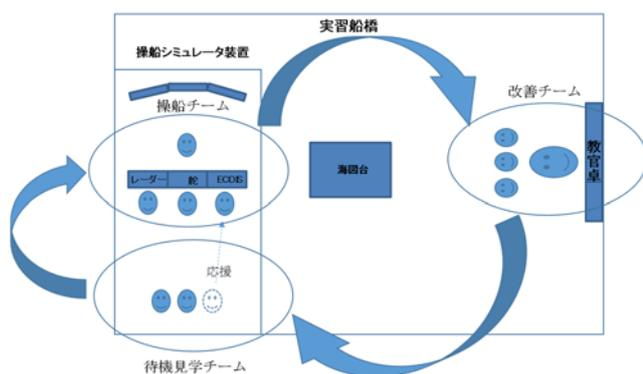

図1 操船訓練 (DCA サイクル訓練) イメージ図
- a. 9人の実習生を3チームに分けて図1のように一つのシナリオが終了する毎に訓練配置をローテーションさせた。また、チーム内の役割も航海士→操舵手→レ